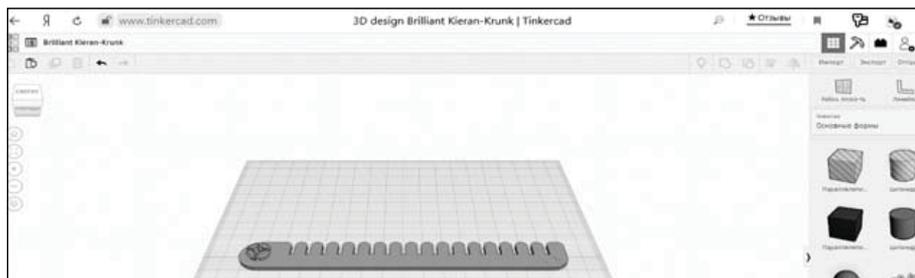

Рис. 32. Открывшийся импортированный файл
6. Нажать **Импорт**, и файл загрузится в поле программы (рис. 32).